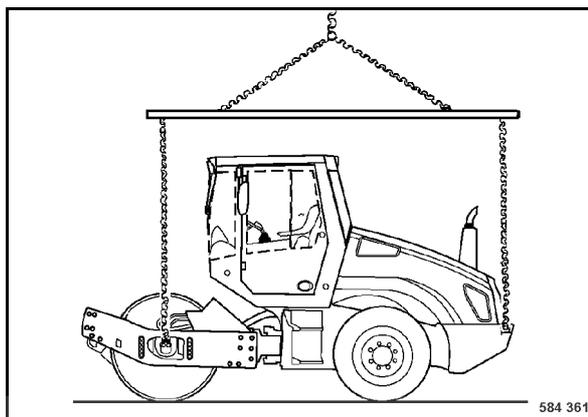

fig. 120
- Utiliser également les quatre anneaux (fig. 120) et le dispositif de levage pour soulever la machine.